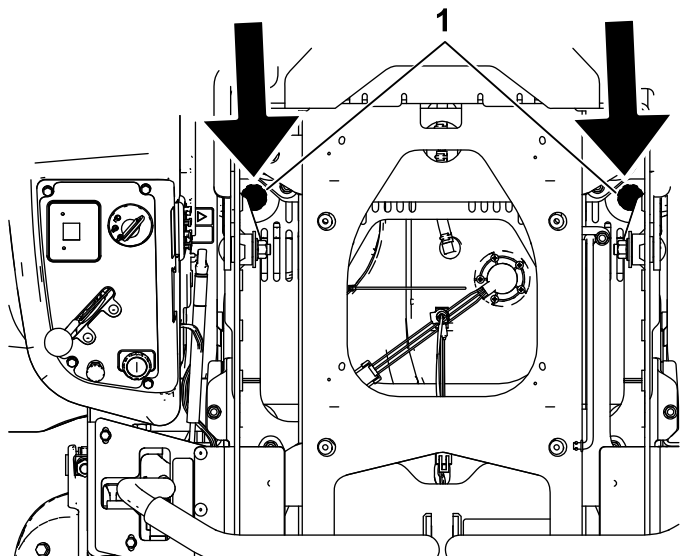

Figura 83
6. Levante el asiento y limpie alrededor de cada varilla y cada unidad hidráulica (Figura 83).